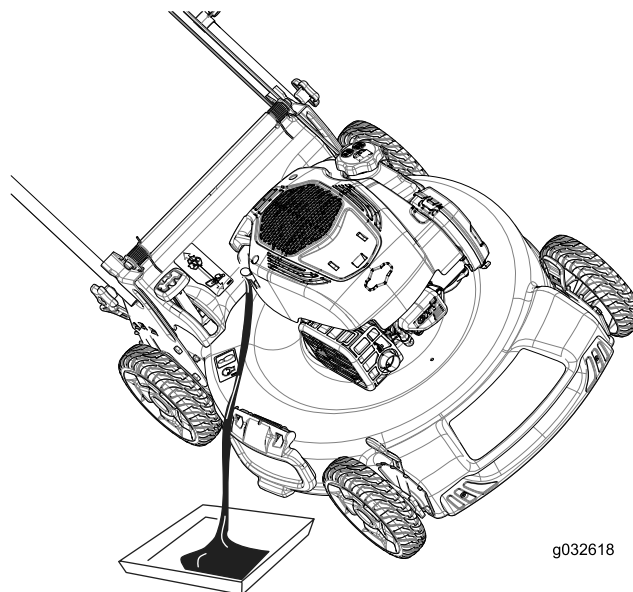

Рисунок 32
3. Для слива отработанного масла через маслозаливной патрубкок переверните машину набор воздушным фильтром вверх (Рисунок 32).